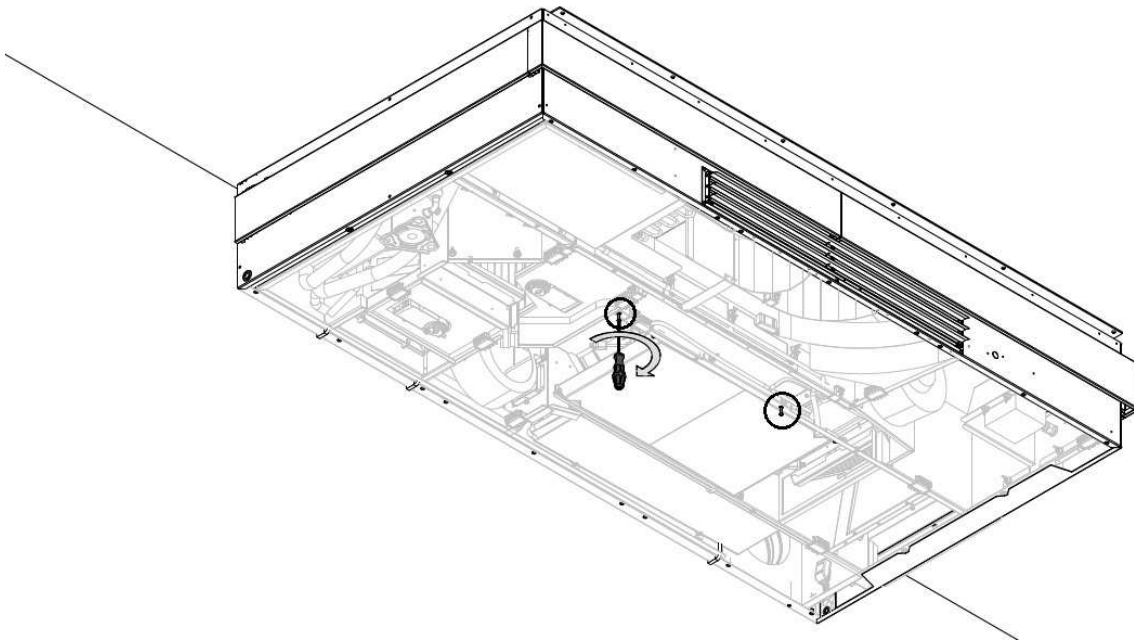
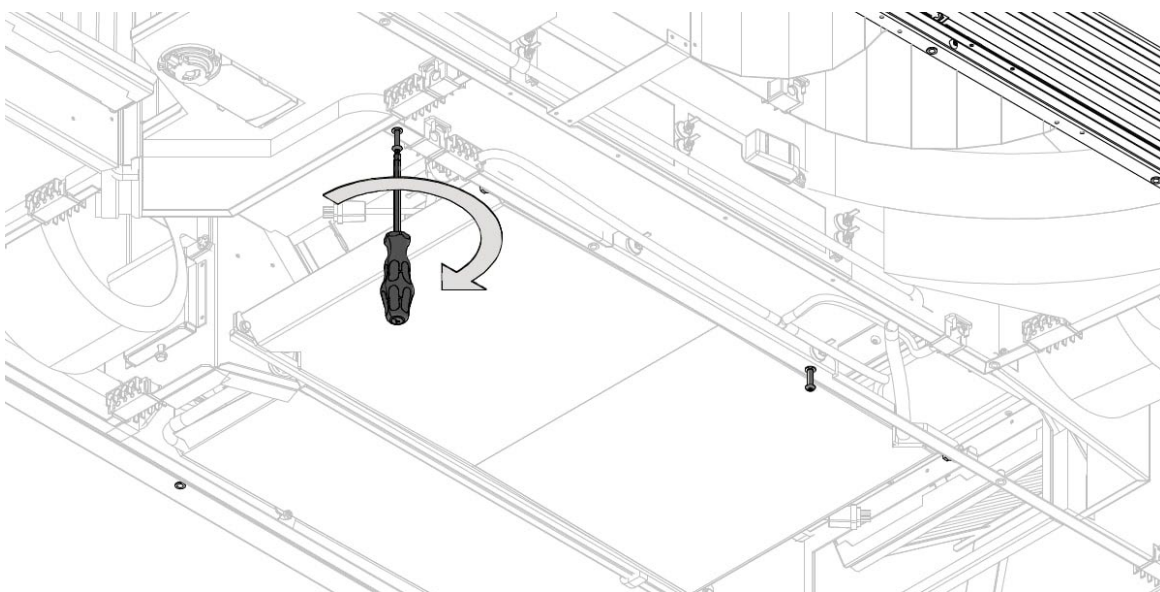

Abbildung 29: Einschrauben von zwei lange Schrauben in den mittleren Rahmen
Abbildung 30: Detailansicht des mittleren Rahmens mit eingeschraubten Schrauben
1. Schrauben Sie zwei der langen Schrauben in den mittleren Rahmen, siehe Abbildung 29 und Abbildung 30 unten. Beachten Sie, dass zwischen dem Rahmen und dem Schraubenkopf mindestens 10 mm verbleiben müssen, damit das Schlüsselloch in der Stahlplatte korrekt funktioniert.